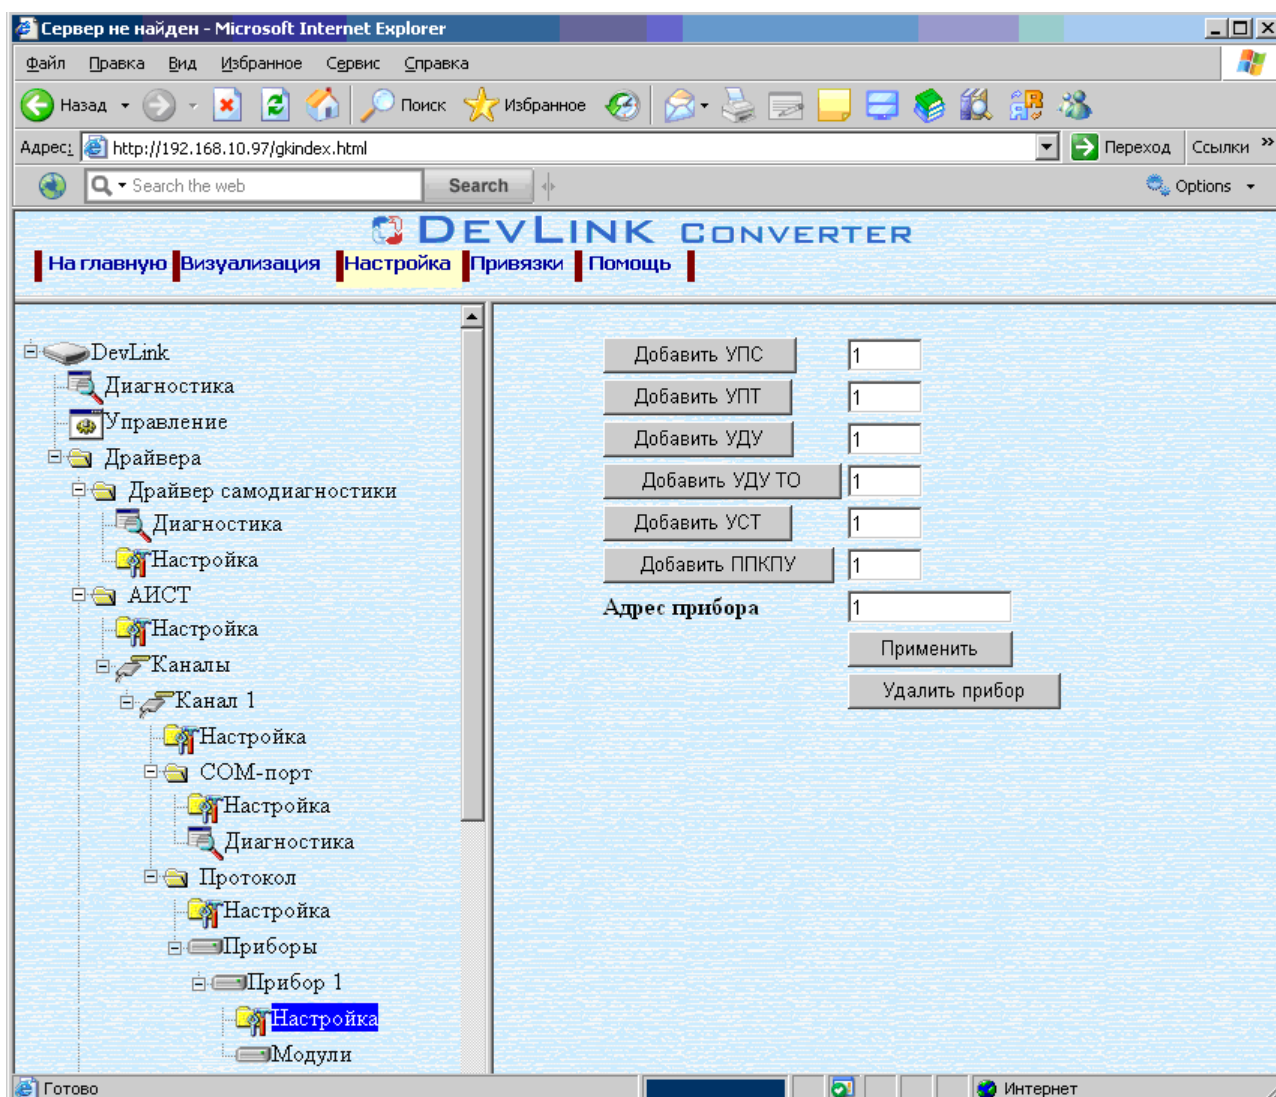

Рисунок 3.5 – Удаление прибора
- Выберите в дереве объектов *папку «Настройка»* прибора нужного канала драйвера (рисунок 3.5).